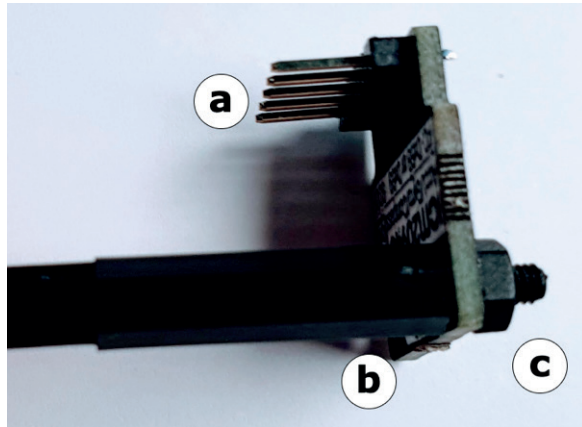

**Рис. 12.6.** Создание длинной стойки
С помощью этих компонентов мы сделаем длинную стойку, как показано на рис. 12.6.
1. Как показано на рис. 12.6, вам нужно просто вкрутить резьбу одной стойки в отверстие другой, чтобы в итоге получилась одна длинная стойка. Так IMU будет находиться над роботом. Длина стойки должна быть чуть меньше длины провода.